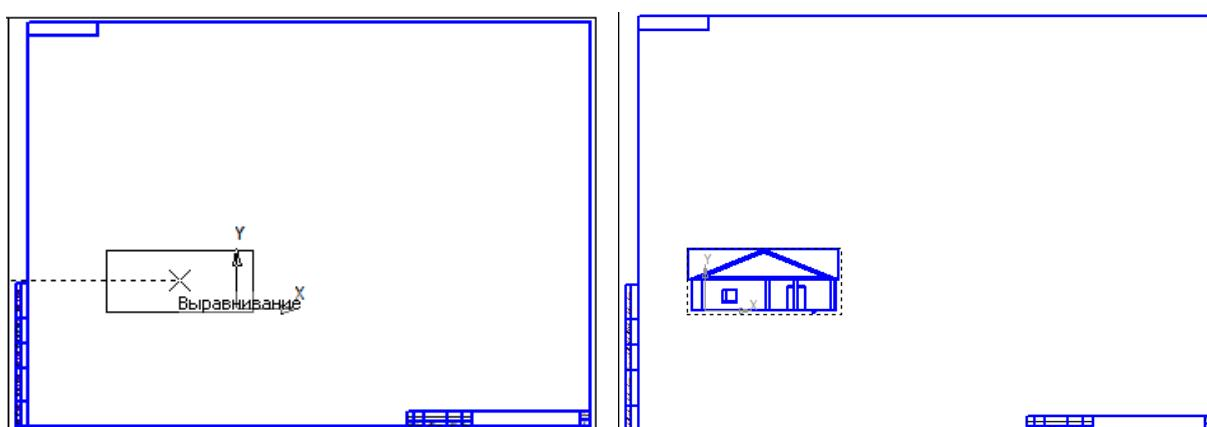

Рисунок 3.1.5. Вставка фасада на лист
- Выберите точку вставки фасада на листе. (Рис. 3.1.5)